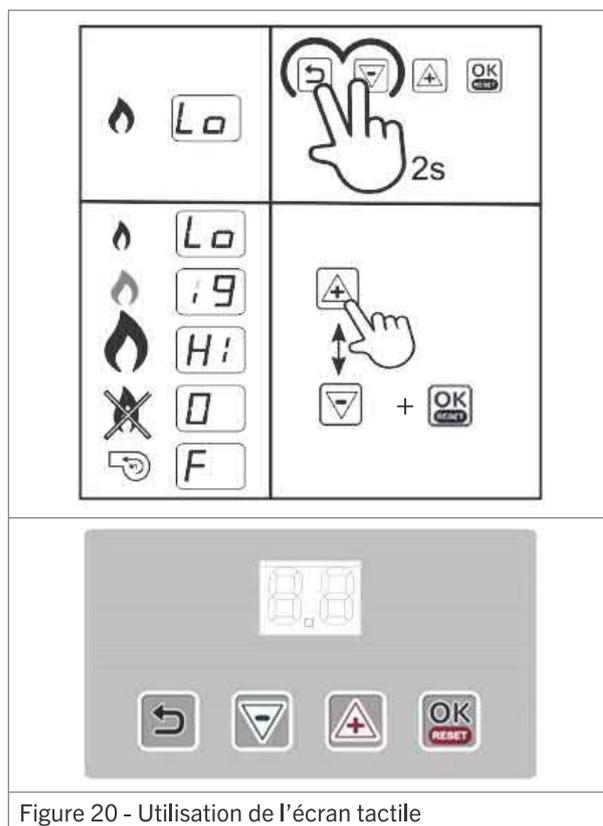

Figure 20 - Utilisation de l'écran tactile
1. Appuyer pendant quelques secondes sur les touches **Retour** et (–) (figure 20). L'écran affiche alternativement les indications Lo et St, ce qui indique que l'aérotherme démarrera à la puissance minimale.
2. Appuyer sur les touches (+) et (–) pour sélectionner alternativement les puissances maximale et minimale (figure 20).